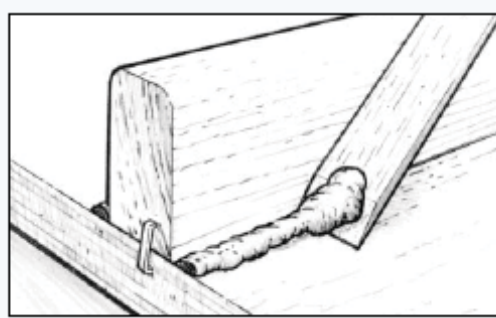

Рис.12. Удалите или отформуйте излишки материала, выступающего из пазов.
4. Удалите или отформуйте излишки, выдавленные из стыка сразу после того, как детали будут зафиксированы зажимами. Идеальный инструмент для этого – это палочка для смешивания WEST SYSTEM 804, один из концов которой заточен подобно лезвию стамески (Рисунок 12). Перед снятием зажимов убедитесь в том, что материал застыл.